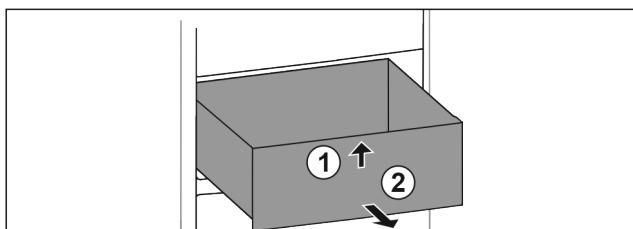

Fig. 74
- Schubfach vorne anheben. Fig. 74 (1)
- Schubfach nach vorne entnehmen. Fig. 74 (2)